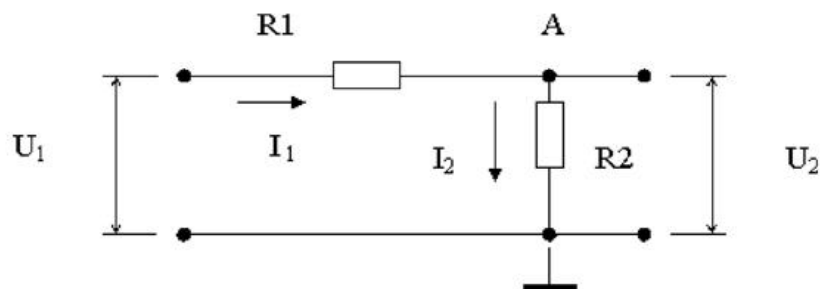

Рис. 2.2. Резистивный делитель напряжения
**Резистивный делитель напряжения.** Схема резистивного делителя напряжения приведена на рис. 2.2.